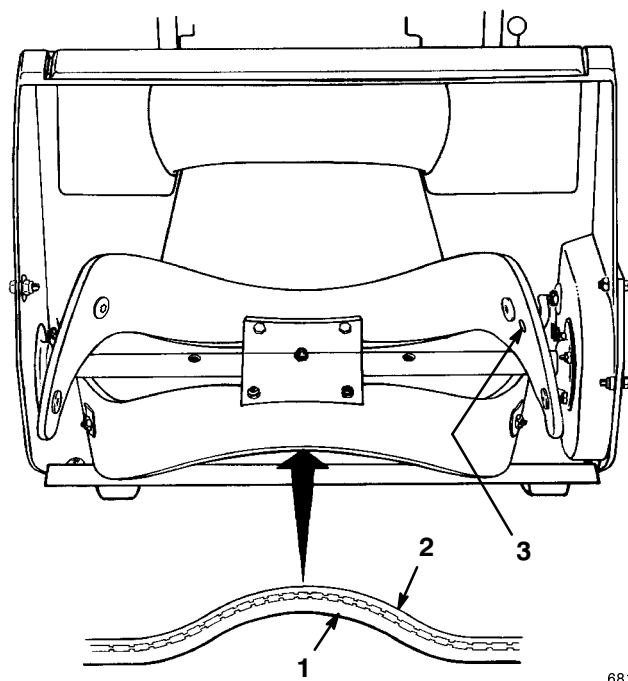

Figure 15
1. Examinez le bord de la pale neuve pour détecter la différence d'épaisseur (Fig. 15). Certaines pales portent un numéro de référence du côté épais.
Montez les pales en dirigeant la couche épaisse vers **l'intérieur** de la courbe. (Fig. 15). Si elles ne sont pas montées correctement, les pales risquent d'être déséquilibrées, ce qui fait "sauter" ou "rebondir" la déneigeuse.
4. Placez la tête des vis sur le côté épais (inférieur) de la pale (Fig. 15).